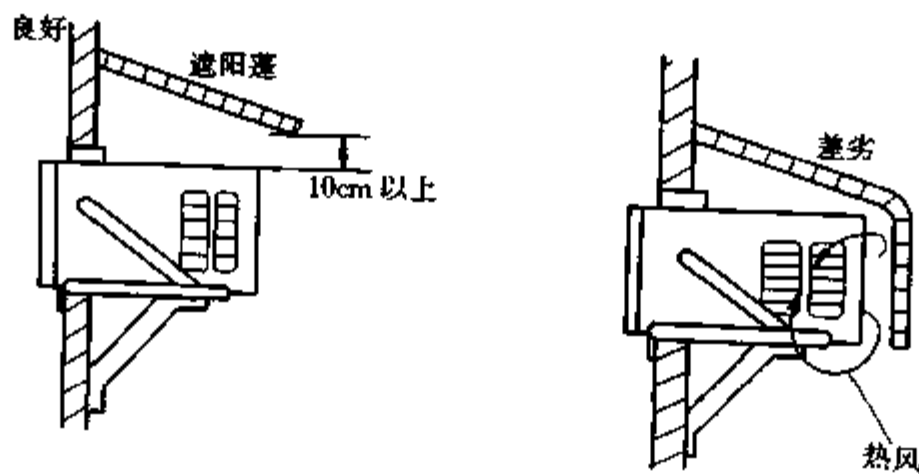

图 7-4 遮阳篷的正确安装
(5) 安装应不影响窗式空调器的性能:安装的场所附近应没有影响空气吸入口和吹出口空气循环的障碍物,否则,会使空调器冷却力不足。空调器受到强烈直射阳光时,在侧面与上面不妨碍通风的地方应安装遮阳蓬等,如图 7-4 所示。